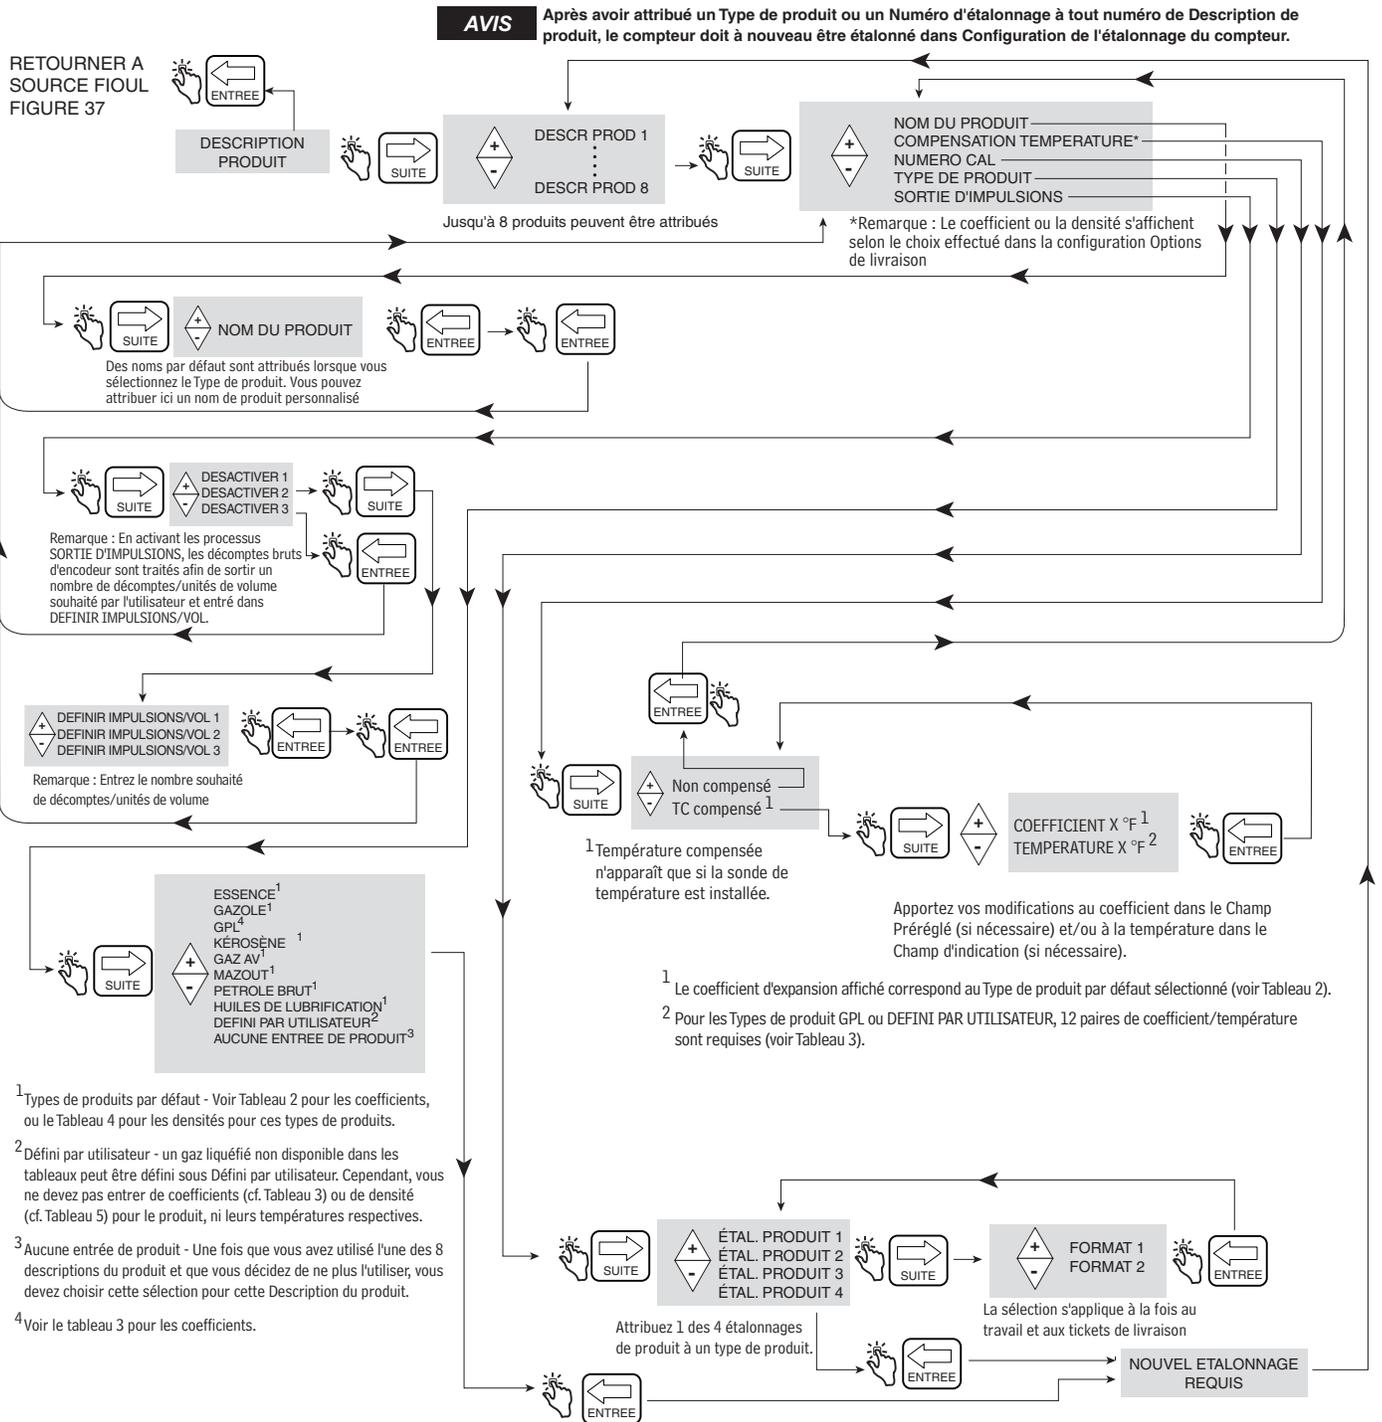

Figure 40. Configuration de la description du produit
La Figure 40 illustre les options de configuration de Description du produit. Vous pouvez affecter jusqu'à huit produits pour l'EMR4. Chaque produit a un type, un nom et un facteur de compensation en température. La compensation thermique pour tous les produits est calculée par coefficient thermique ou densité, que vous sélectionnez dans la configuration des options de livraison (page 50).
Les valeurs de coefficient (C_{oe}) peuvent être modifiées pour respecter des spécifications de fioul/produit spécifiques. Le facteur « t » est la température de fioul mesurée. Par exemple, utilisez la procédure décrite à la Figure 40 à la page 41 pour modifier le coefficient d'expansion par défaut du gazole de 0,00081 à 0,00083. Pour calculer le volume compensé en température, le coefficient d'expansion (C_{oe}) est maintenant égal à 0,00083.
4. Après avoir réalisé les 3 étapes ci-dessus, modifiez la valeur de densité par défaut pour un maximum de huit produits spécifiques, comme indiqué à la Figure 40, Configuration de la description du produit.